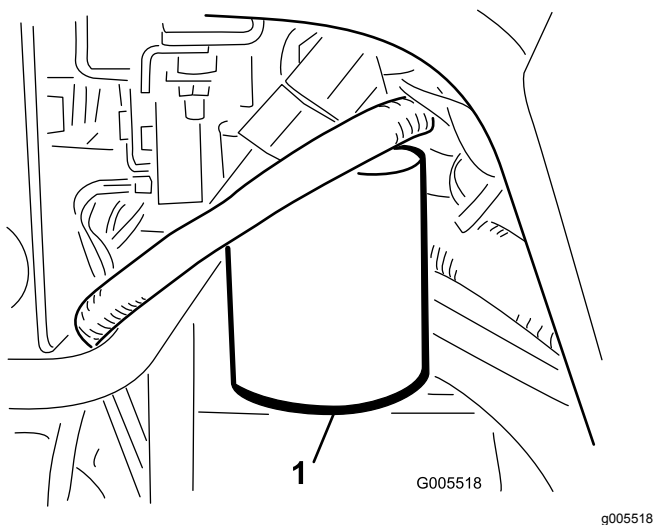

Figura 56
1. Limpe a zona em torno da montagem do filtro (**Figura 56**). Coloque um recipiente de escoamento debaixo do filtro e retire o filtro.